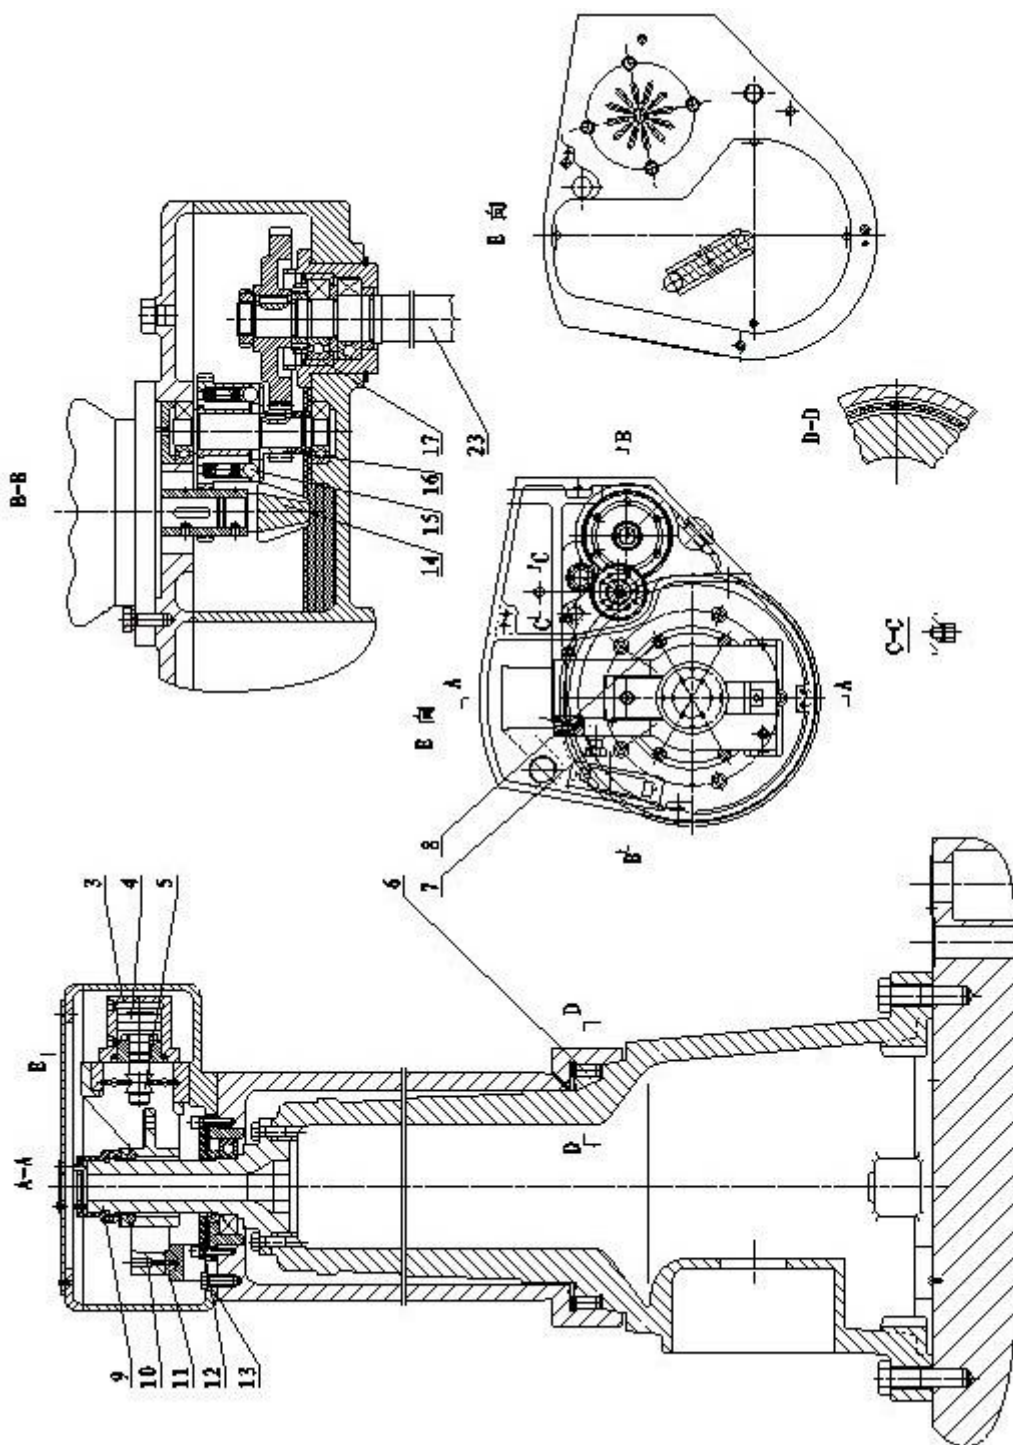
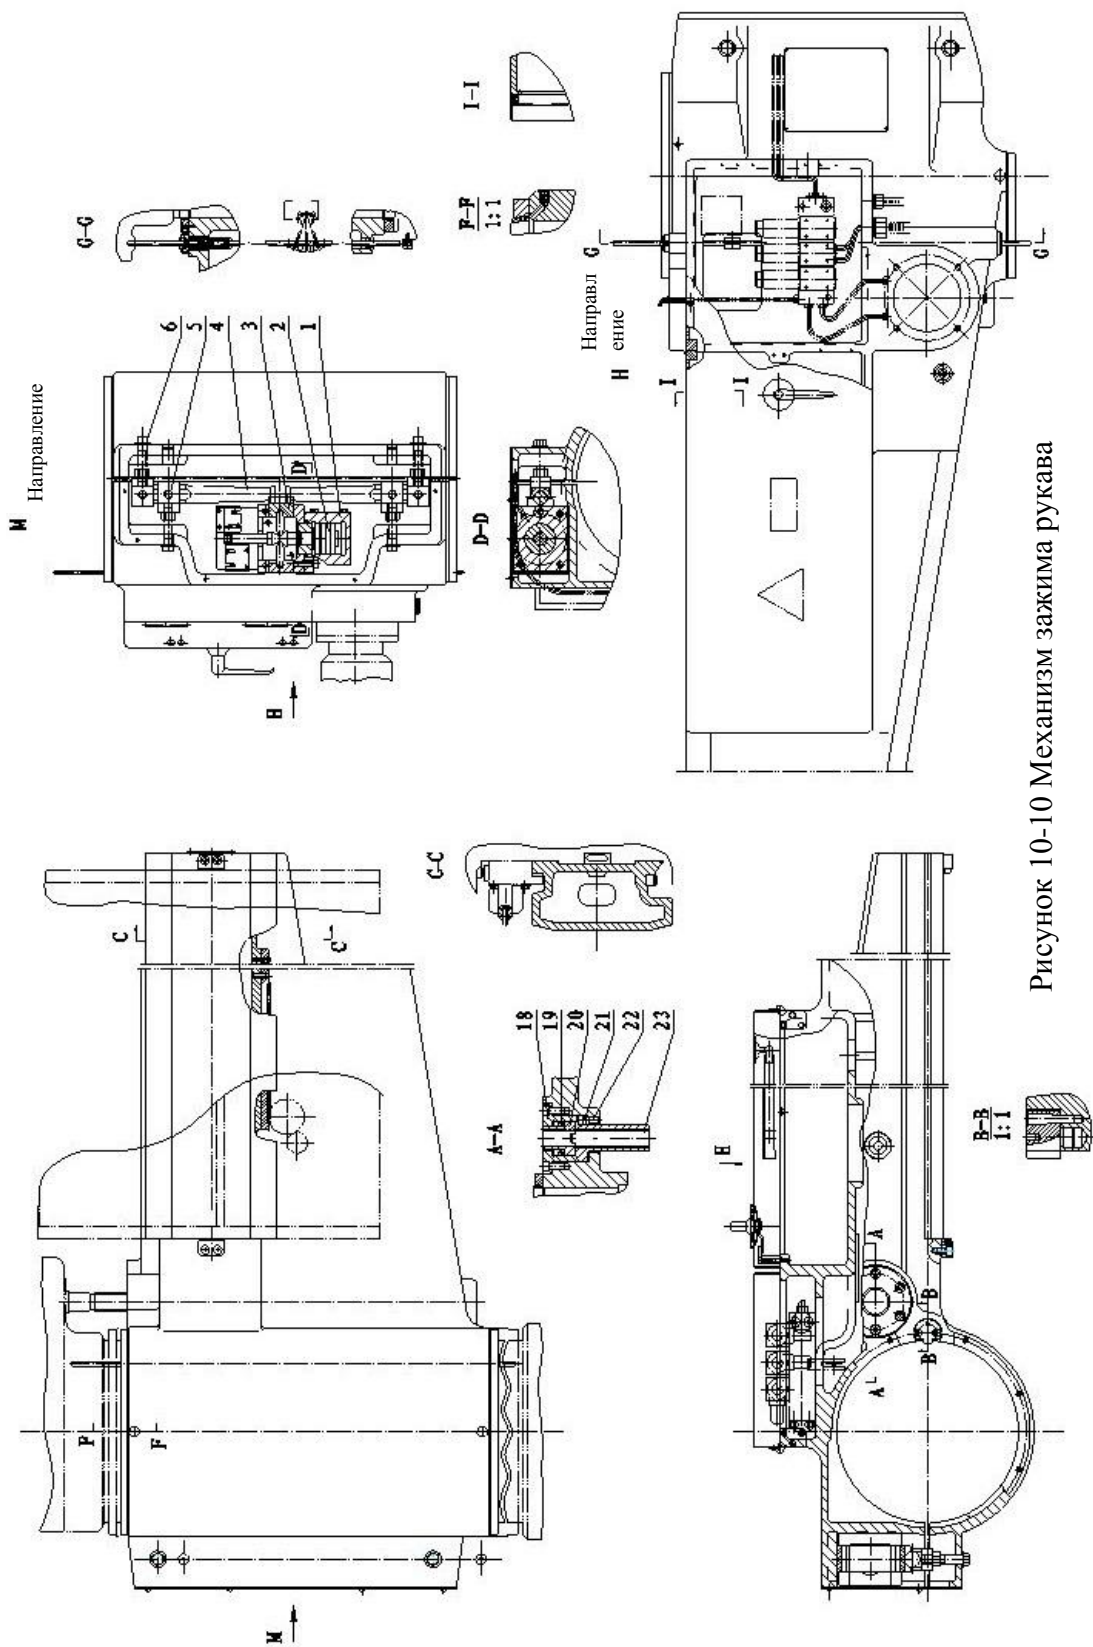

Рисунок 10-9 Зажим колонны и подъем рукава
Рисунок 10-10 Механизм зажима рукава
10.4. Подъем рукава (Рисунок 10-9, 10-10)
Внутри корпуса подъемного устройства 13, оборудованного каркасом для подъема рукава (показано на рис. 10-9, секции В-В), находится двигатель подъема, запускаемый подъемным звеном 23 с низкооборотным двигателем и стальной шариковой предохранительной муфтой 15. Подъем гаек 21 (показано на рис.10-10, секции А- А) ограничивается штифтом 22, поэтому вращение невозможно. Звено 23 при перемещении в обратном направлении может приводить в движение рукав вверх и вниз, чтобы обеспечить приток смазки ко всем частям трансмиссии в подъемном каркасе, имеется комплект для защиты от брызг, установленный на валу 14 двигателя. Для изучения подъемной гайки 21 на предмет истирания после долгого срока службы и, в случае возникновения такого истирания, имеется предохранительная гайка 20. Если подъемная гайка 21 повреждена, рукав может перемещаться вниз до соприкосновения с нажимной крышкой 18, нажимная крышка 18 поддержит рукав в случае возникновения непредвиденных обстоятельств. Гайка 17 используется для ограничения звена 23 в направлении вала, когда рукав перемещается вверх и вниз до конца хода, а не до стальной шариковой предохранительной муфты 15, звено нажмет на электрический выключатель и двигатель подъема прекратит вращение, а затем остановится вверху или внизу. Пока рукав перемещается вверх и вниз, в случае возникновения непредвиденных обстоятельств или если электрический выключатель не сработает, стальной шарик нажмет на пружинную колодку, движение вверх и вниз прекратится. Перемещение рукава вверх и вниз связано с автоматическим вращением зажима, за информацией просим обратиться к главе «Электрическая система».
10.5 Зажим рукава (Рисунок 10-10)
(2) Регулировка зажима на колонне (Рисунок 10-9)
(3) Регулировка силы зажима рукава (Рисунок 10-10)